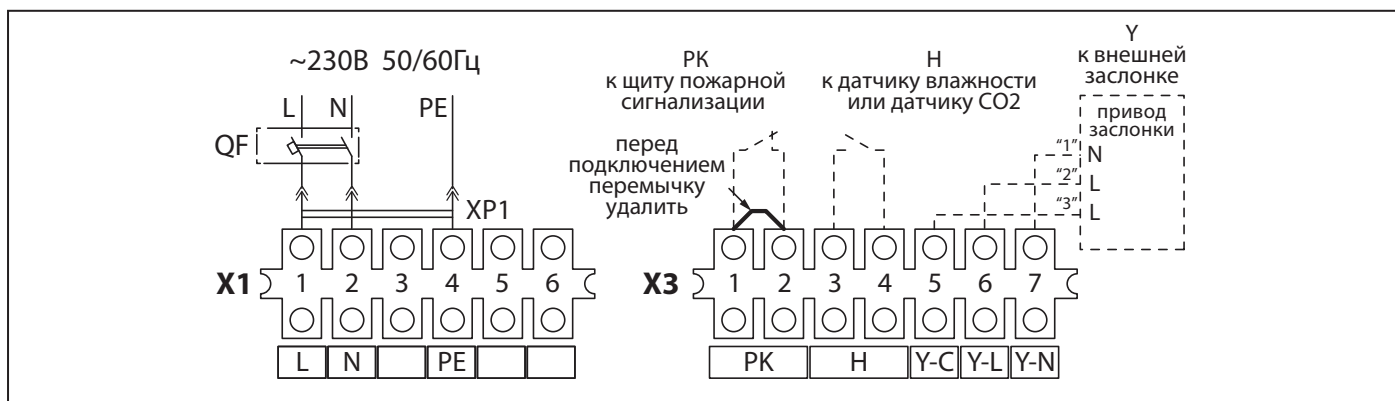

Рис. 8. Схема внешних подключений
В установке предусмотрены дополнительные опции внешних подключений (в скобках обозначение контактов на наклейке клеммной колодки X3, рис. 8):
- Подключение воздушной заслонки с трехточечным управлением („Y-N, Y-L, Y-C“). Привод воздушной заслонки подключается к клеммам 5, 6 и 7. Возможно параллельное подключение еще одной заслонки к этим же контактам. Подключение дополнительных контактов осуществляется согласно схеме подключения (см. рис. 8).